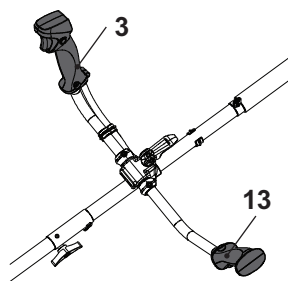

Fig. 5 (Position de travail)
3. Réglez la longueur du harnais (22) de manière à ce que le crochet de fixation (22a) se trouve à environ 15 cm sous votre taille.
4. Fixez le crochet de fixation (22a) à la boucle du manchon de suspension (12) (Fig. 5).